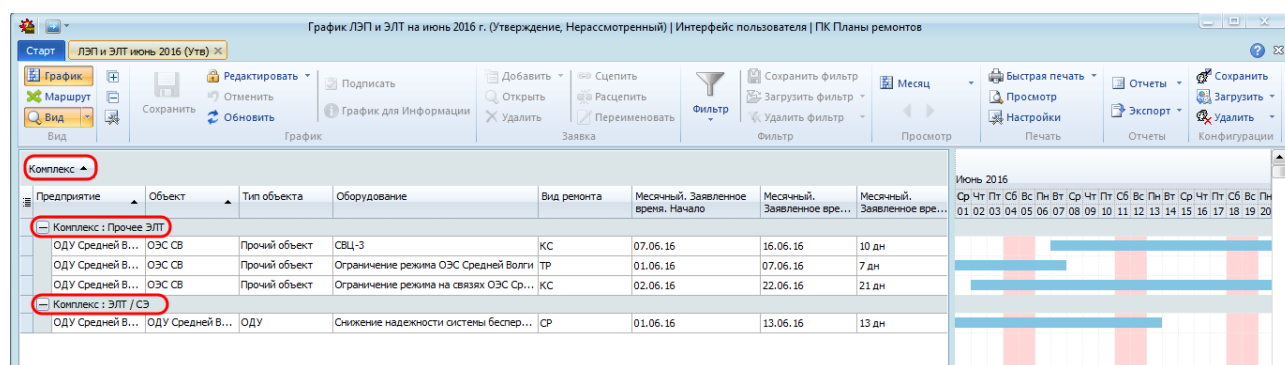

Рисунок 10.10 – Иерархическая группировка заявок
- **Настройка группировки.** Область содержит список столбцов, по значениям которых осуществляется группировка. Для добавления столбцов в область настройки группировки необходимо в области настройки столбцов выбрать столбец и нажать кнопку «». Для удаления столбца из области настройки группировки необходимо выбрать столбец и нажать кнопку «». Если флаг установлен, то осуществляется группировка по выбранному столбцу, в противном случае – нет. Для группировки по всем столбцам, добавленным в область настройки группировки, необходимо нажать «». Для снятия всех флагов (группировки данных таблицы нет) необходимо нажать «». Последовательность столбцов изменяется с помощью кнопок «» / «». Последовательность отображения столбцов определяет уровни группировки данных столбцов в табличной части графика. Также существует возможность иерархической группировки данных. Для этого необходимо добавить в область настройки группировки столбец, содержащий иерархические данные, и выбрать нужные уровни группировки (Рисунок 10.10).